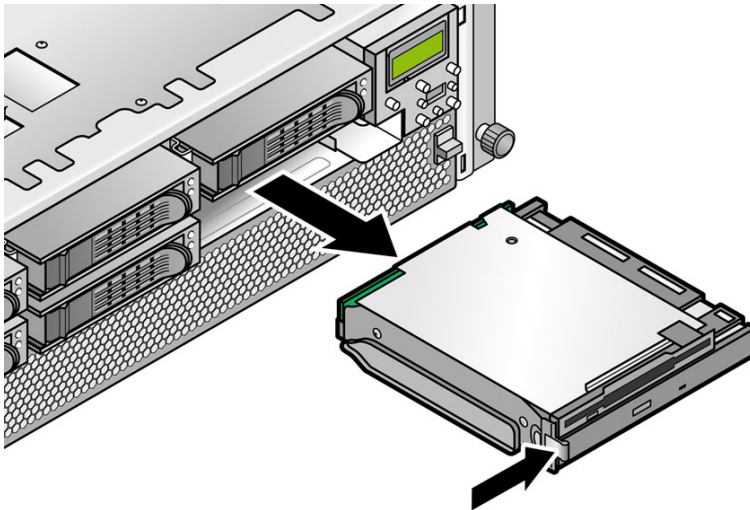

图 4-12 拆除 DVD-ROM/软盘驱动器部件
3. 从服务器的前面板上按下 DVD-ROM/软盘驱动器部件左侧的锁存器，然后将其从服务器上拆除（请参见图 4-12）。